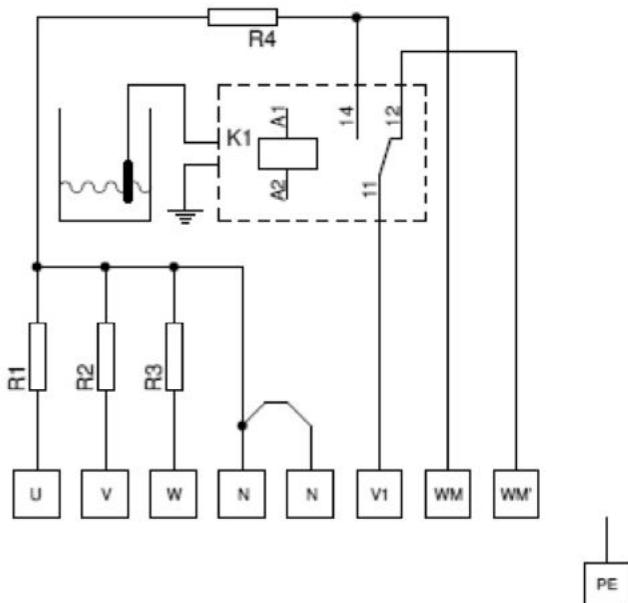

Fig. 6
- Anschlusskabel durch die Zugentlastungen einführen und nach Schaltplan (siehe Fig.6) anschließen. Bei Drehstromanschluss beiliegende 3-polige Kupferbrücke für den N-Anschluss benutzen.